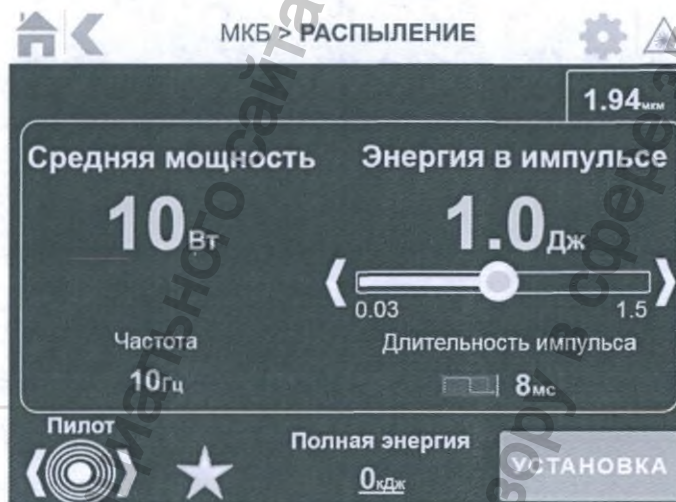

Рисунок 18. Экран установки параметров лазерного излучения для процедуры «Распыление»
Для дробления камней «в пыль» (распыление камней), необходимо нажать на иконку (2) (режим «Распыление») (рис. 12). Появится экран установки параметров лазерного излучения (рис. 18).